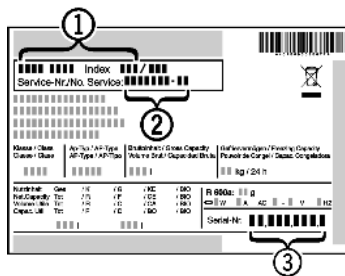

Fig. 6
- ▶ Назва пристрою *Fig. 6 (1)*, сервісний номер *Fig. 6 (2)* та серійний номер *Fig. 6 (3)* вказані на таблиці типів. Табличка типів знаходиться всередині пристрою, зліва.
- ▶ Повідомте сервісну службу про характер неполадки, назву пристрою *Fig. 6 (1)*, сервісний номер *Fig. 6 (2)* та серійний номер *Fig. 6 (3)*.